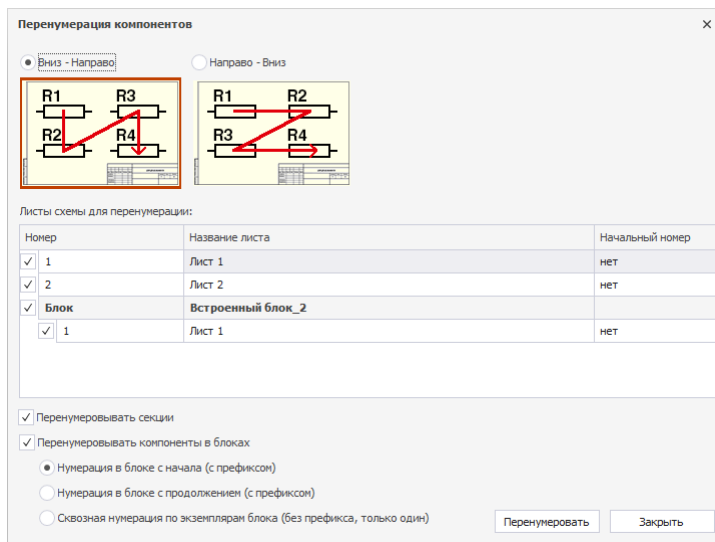

Рис. 211 Окно «Перенумерация компонентов»
3. Установить в окне «Перенумерация компонентов» необходимые настройки – выбрать направление нумерации. Порядок перенумерации соответствует направлению стрелок: «Вниз-направо», либо «Направо-вниз» относительно оси Y, см. Рис. 211.